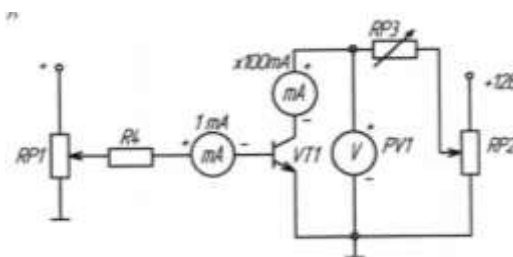

Рисунок 19
1. Собрать схему (рис. 19) для снятия статической характеристики прямой передачи по току  $I_K = f(I_B)$  биполярного транзистора. Для измерения тока базы подключить миллиамперметр PA1 (до 1 мА), а для измерения тока коллектора подключить PA2 (до 100 мА). Для измерения напряжения на коллекторе использовать вольтметр PV1, в качестве резистора в цепи коллектора использовать резистор RP3. Результаты измерений занести в таблицу 25.